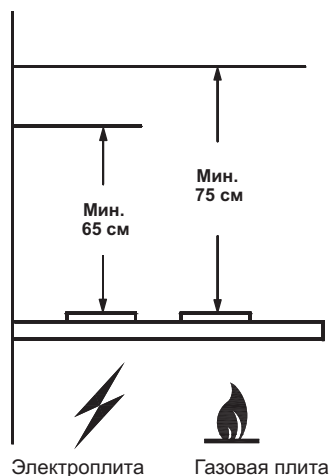

РИС. 1
5.2 Исходя из расположения вентиляционного отверстия и кухонной плиты, определите расположение зонта, а также необходимое количество труб, колен (рис. 1, рис. 2), пользуясь следующими данными:
1.2 Зонт устанавливайте над плитой, как показано на рис. 1.
4.6 Зонт устанавливайте над плитой в соответствии с рис. 1.